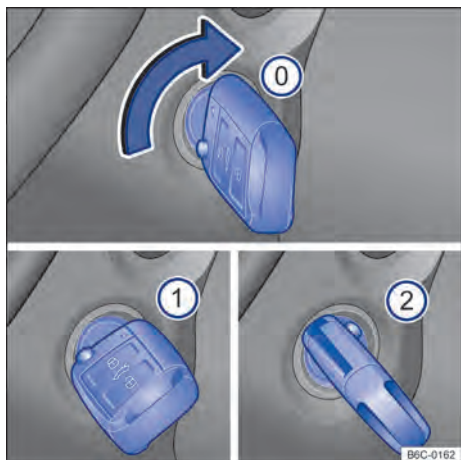

Fig. 87 Ao lado do volante, à direita: posições da chave do veículo no cilindro da ignição.
Posições da chave do veículo → **Fig. 87**
- ① Ignição desligada. A chave do veículo pode ser retirada.
- ① Ignição ligada.
- ② Pisar no pedal do freio (*veículos com transmissão automática*), ou no pedal da embreagem (*veículos com transmissão manual*) e ligar o motor. Quando o motor pegar, soltar a chave da ignição. Ao soltar, a chave do veículo retorna à posição → **Fig. 87** ①.
- **Veículos com cilindro da ignição:** girar a chave do veículo na posição → Fig. 87 ①. A ignição está ligada. Nesse instante a luz de controle do sistema de partida aquecida 🔌 irá se acender no instrumento combinado. Aguardar que a luz de controle 🔌 se apague indicando o término do aquecimento do combustível (esta ação poderá ser necessária em condições de partida com o motor frio).
- **Veículos com cilindro da ignição:** girar a chave do veículo no cilindro da ignição para a posição → Fig. 87 ② – não acelerar. Quando o motor começar a funcionar, soltar a chave do veículo no cilindro da ignição.
- *Veículos com cilindro da ignição*: girar a chave do veículo no cilindro da ignição na posição → Fig. 87 .